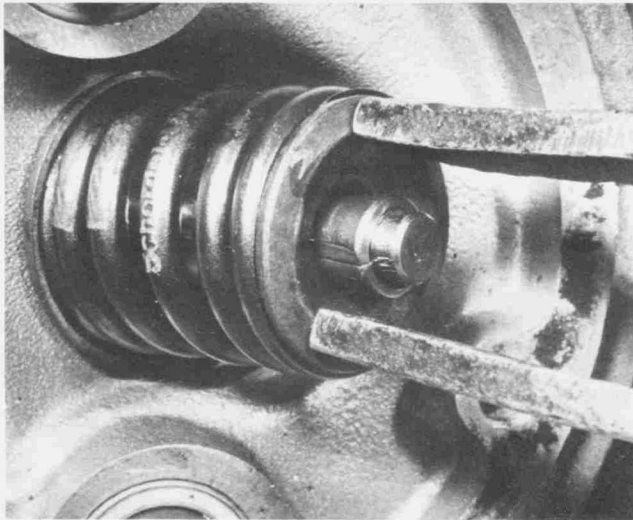

Bild 96
- Das Werkzeug zum Zusammendrücken der Ventilsicherung lösen und den jeweiligen Ventilsicherungs-Begrenzungsanschlag mit einigen Weichhammerschlägen rechtwinklig auf den entsprechenden Ventilschaft prellen (Bild 96).